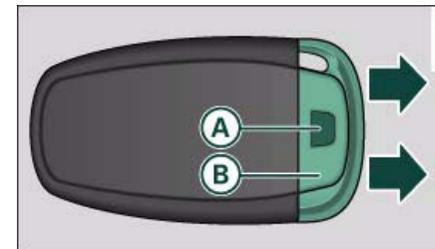

Fig. 19 Llave de control remoto: Extraer la llave de emergencia
- Pulse la tecla de desbloqueo (A) ⇒ fig. 19.
- Extraiga la llave de emergencia (B) de la llave de control remoto. ▶